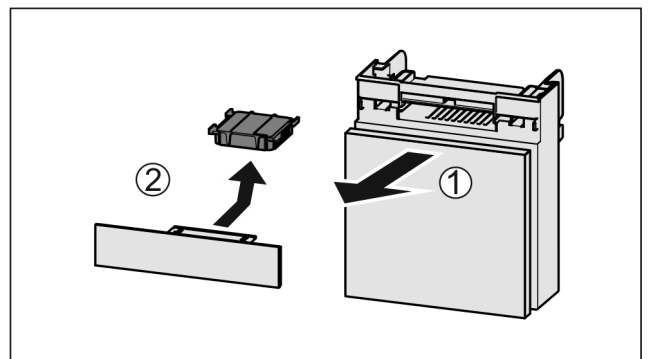

Fig. 65
- ▶ Zásuvku vytáhněte dopředu Fig. 65 (1).
- ▶ Filtr s aktivním uhlím vyjměte Fig. 65 (2).